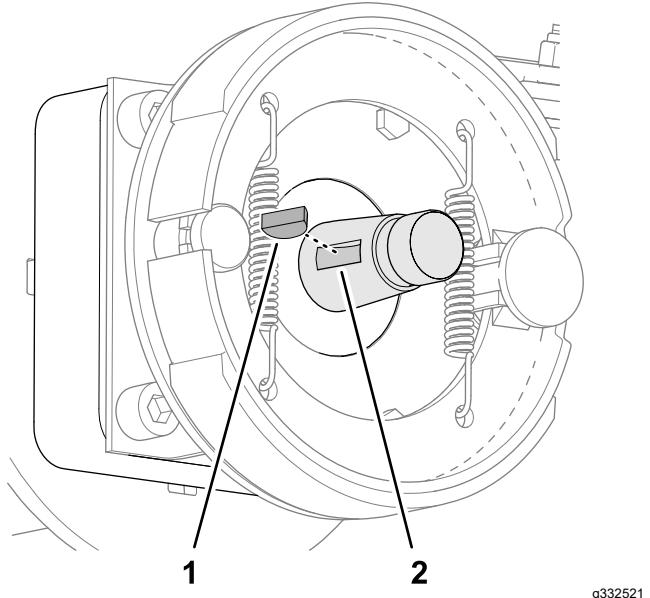

Bild 72
- Führen Sie die Passfeder in die Nut der Radmotorwelle ein (Bild 72).